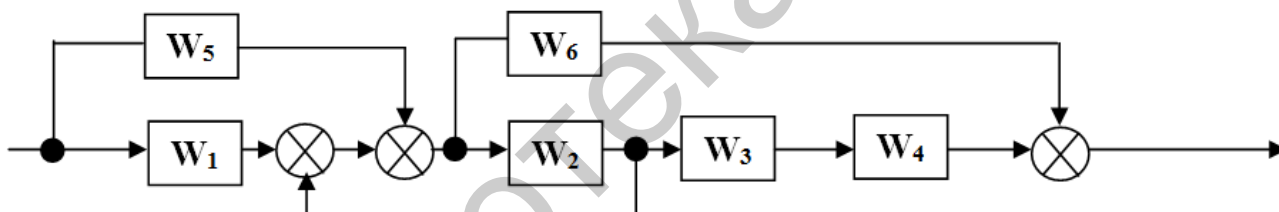

Рис. 8.21. Структурная схема. Вариант 1
*Условие задачи №1.* Преобразовать заданную структурную схему в соответствии с вариантом задания (рис. 8.21–8.38), определить выражение для результирующей передаточной функции.